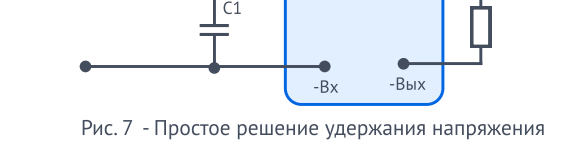

Рис. 7 – Простое решение удержания напряжения
При отсутствии модуля удержания, одним из простых решений является использование буферной емкости $C1$ (рис. 7). При пропадании питания на шине питания DC/DC преобразователь будет работать некоторое время t , используя заряд конденсатора $C1$, емкость которого рассчитана по формуле (1).